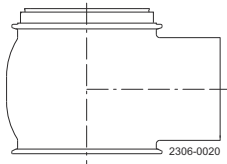

Abbildung 1. Typ 20
- Umbauflansch, mit dem ein SMP-TO-Ventil durch Wiederverwendung des vorhandenen SMP-TO Tankflansches ersetzt werden kann - siehe Abb. 1.